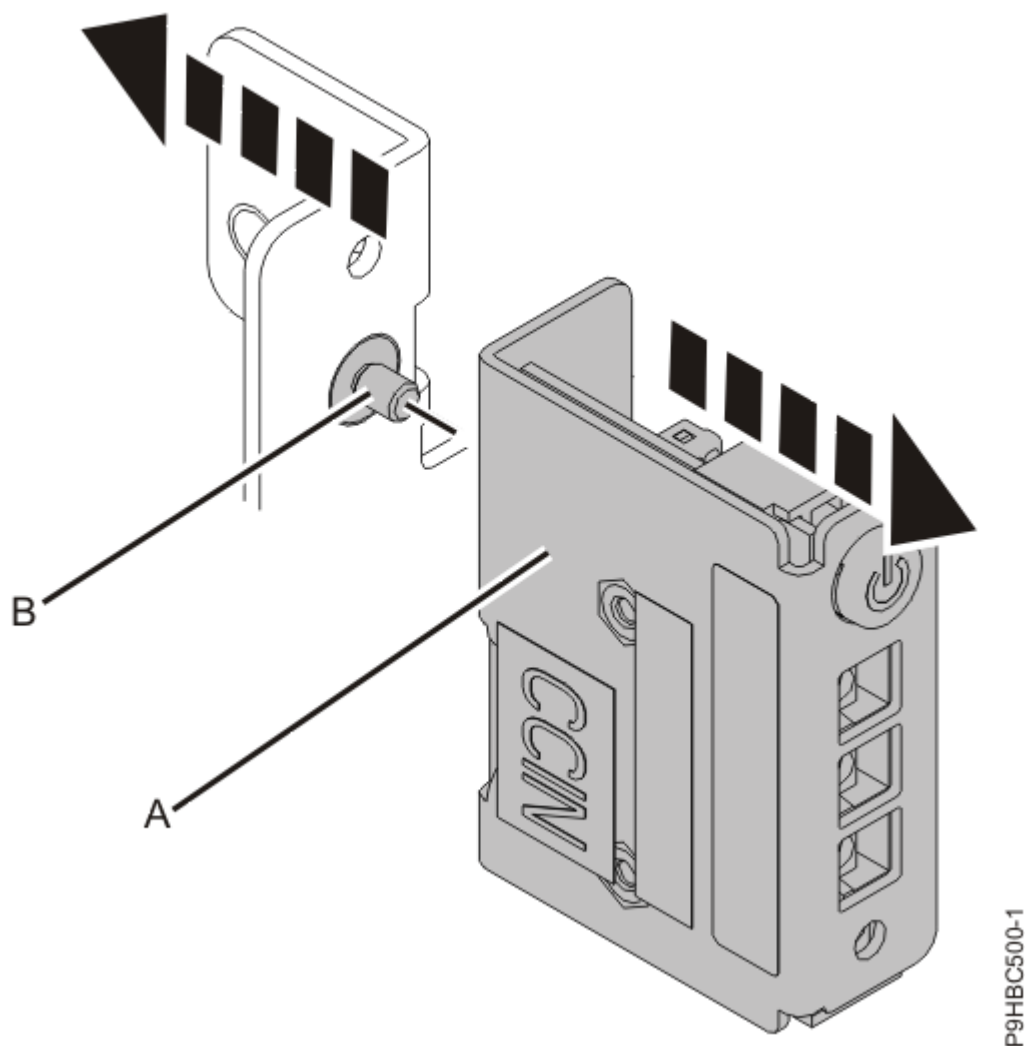

Figura 32. Extracció del panell de control de la peça de subjecció
4. Afluixeu el cargol **(B)** que fixa el panell de control **(A)** a la peça de subjecció tal com es mostra a la Figura 32 a la pàgina 36.